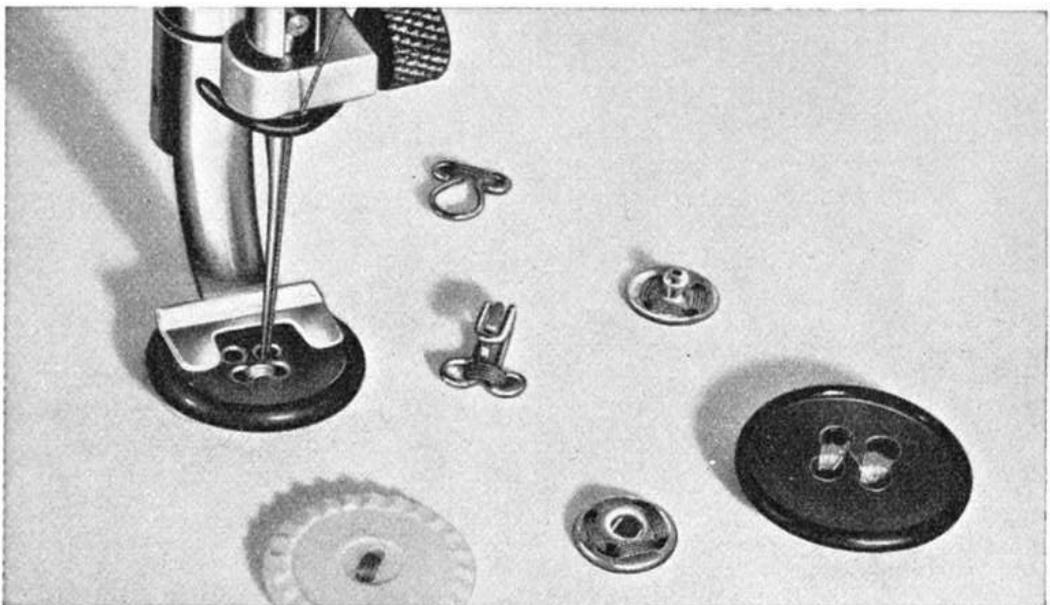

Abb. 31
3. Knopfannähfuß, gekennzeichnet durch 2 schwarze Striche am Schaft, einsetzen und den Kopf unter das Füßchen legen, laut Abb. 31.